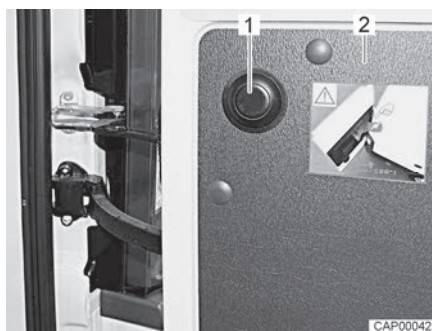

Fig. 26 Pulsador para desbloquear el límite
- Abrir la puerta trasera (Fig. 26,2) hasta el tope.
- Pulsar el pulsador (Fig. 26,1), sujetar la puerta trasera y continuar abriéndola con precaución.